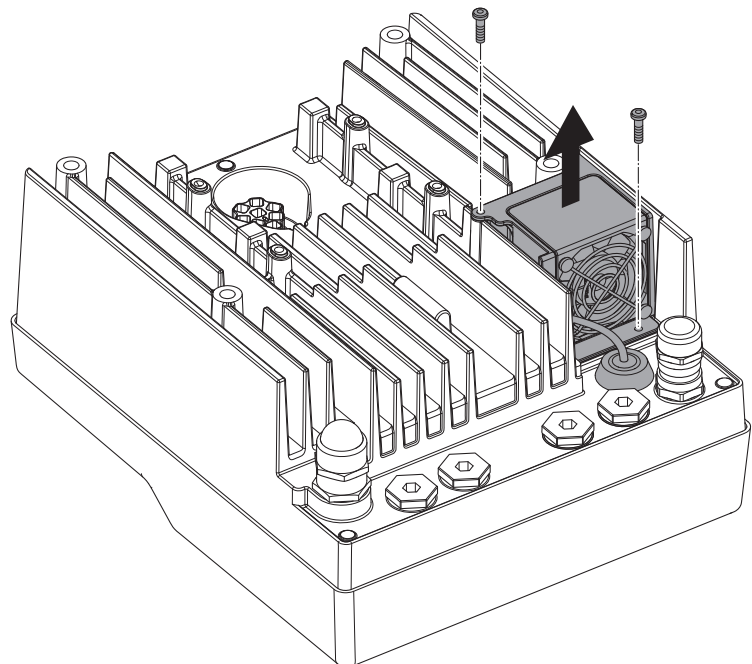

Fig. 47: Moduļa ventilatora demontāža
- Atskrūvējiet moduļa ventilatora skrūves (Fig. 47).